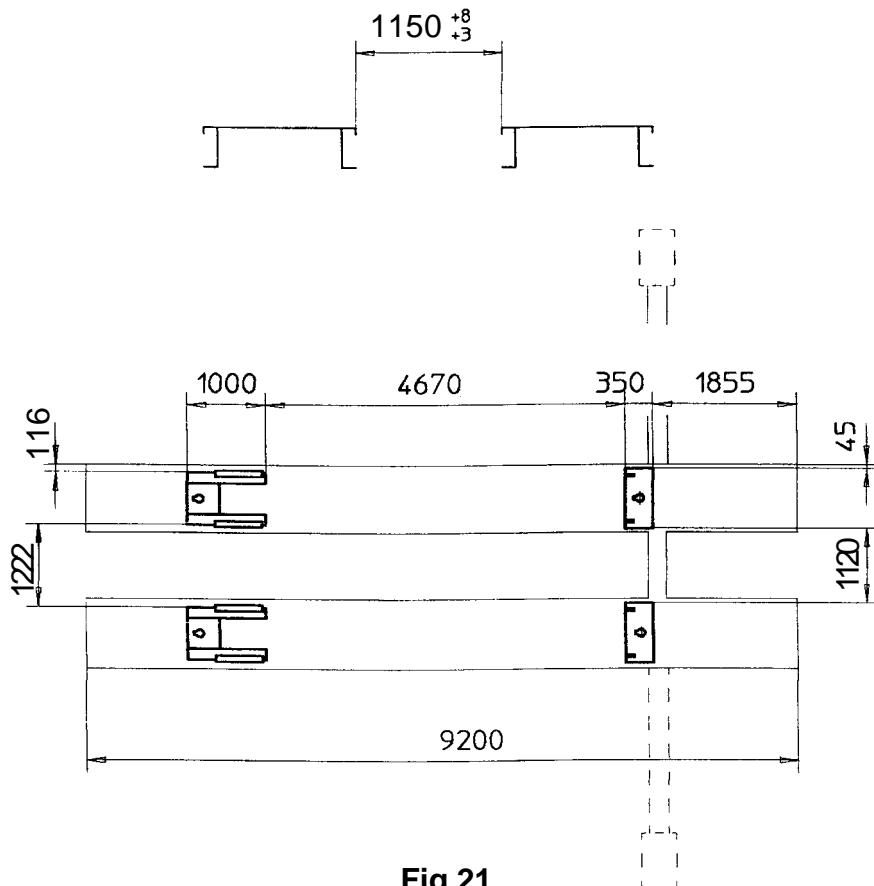

Fig.21
- Inserire sotto le basi in corrispondenza delle viti di registrazione (1) gli spessori (2), quindi registrare in modo che le pedane siano parallele fra loro. Portare le pedane a terra verificando il livellamento fra le pedane e il pavimento ed il corretto posizionamento delle pedane rispetto alle fosse (vedi fig. 21).
- Registrare le viti (3) in modo che le pedane (4) appoggino regolarmente, quindi fissare il dado (5).
- Le colonnette (6) vanno fissate a 2.530 mm dalla base sotto alla pedana.
- La piastra con colonnetta (7) va fissata a 1240 mm dalla base sotto alla pedana.
- Fit the shims (2) under the bases, close to the adjustment screws (1), then adjust so that the platforms are parallel with each other. Lower the platforms to the ground checking the levelling between the platforms and the floor and the correct positioning of the platforms compared with the pits (see fig. 21).
- Adjust the screws (3) so that the platforms (4) rest evenly, then fasten the nut (5).
- Spacer (6) should be fitted at 2,530 mm away from the base under the platform.
- Plate with spacer (7) should be fitted at 1240 mm from the base under the platform.
- Die Ausgleichsscheiben (2) mit den Einstellschrauben (1) übereinstimmend unter die Grundrahmen einsetzen. Nun so einstellen, dass die Fahrschienen gegenseitig parallel ausgerichtet sind. Die Fahrschienen ganz herunterfahren und sicherstellen, dass sie mit dem Fussboden ausgeglichen sind und die Positionierung der Fahrschienen zu den Gruben korrekt ist (siehe Abb. 21).
- Die Schrauben (3) so einstellen, dass die Fahrschienen (4) ordnungsgemäss aufliegen, dann die Mutter (5) befestigen.
- Die Abstandsstücke (6) müssen 2.530 mm vom Fuß entfernt unter der Plattform befestigt werden.
- Die Platte mit dem Abstandsstück (7) muss 1240 mm vom Fuß entfernt unter der Plattform befestigt werden.
- Introduire sous les bases, en correspondance des vis de réglage (1), les cales (2), puis régler de manière à ce que les chemins de roulement soient parallèles entre eux. Porter les chemins de roulement au sol et vérifier le nivellement entre les chemins de roulement et le sol, et l'exacte position des chemins de roulement par rapport aux fosses (voir fig. 21).
- Régler les vis (3) de manière à ce que les chemins de roulement (4) appuient régulièrement et fixer l'écrou (5).
- Les colonnettes (6) doivent être fixées à 2.530 mm de la base sous le chemin de roulement.
- La plaque avec colonnette (7) doit être fixée à 1240 mm de la base sous le chemin de roulement.
- Colocar debajo de las bases en correspondencia con los tornillos de regulación (1) los espesores (2), luego regular de manera que las plataformas resulten paralelas entre si. Posicionar las plataformas en el pavimento comprobando que estén niveladas con el mismo y que se encuentren correctamente colocadas con respecto a los fosos (ver fig. 21).
- Regular los tornillos (3) de manera que las plataformas (4) apoyen correctamente, y por último sujetar la tuerca (5).
- Las columnas (6) se deben fijar a 2.530 mm desde la base debajo de la plataforma.
- La placa de la columna (7) se debe fijar a 1240 mm desde la base debajo de la plataforma.